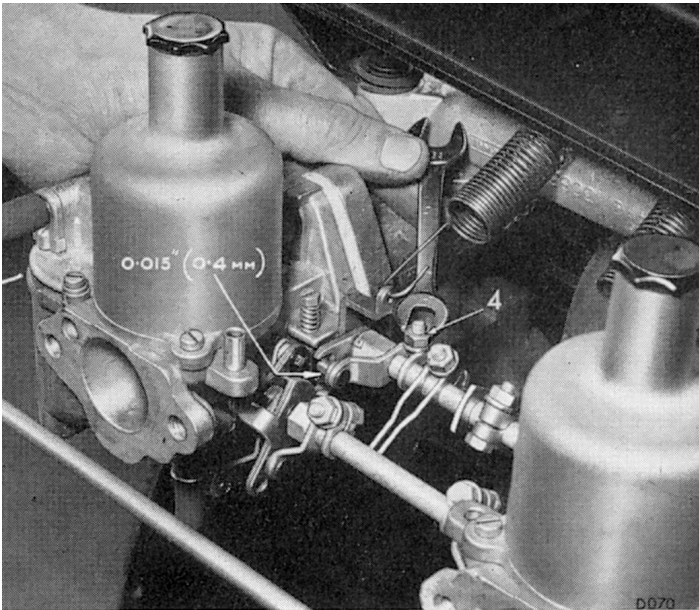

Fig. 23. Réglage des attaches de l'axe de papillon pour obtenir le jeu correct de la goupille dans la fourchette
2. Rebrancher la tige de commande du papillon (7), le câble de contrôle d'enrichissement du mélange (3), les tuyaux d'alimentation (3) et (9) et les ressorts de rappel (4).
3. S'assurer que les écartements entre les fourchettes d'axe et les goupilles sont corrects en les vérifiant comme décrit à la rubrique 7. page 1.313 et illustré sur la Fig. 23.
Pour régler ce jeu, déplacer les leviers d'axe de papillon vers le bas, l'un après l'autre, jusqu'à ce que la goupille de levier repose légèrement sur un calibre d'épaisseur de 0,38 mm. (0,15 ") qui a été introduit entre le levier et le bras inférieur de la fourchette du levier de papillon (Figure 23). Serrer le boulon de serrage du levier d'axe de papillon à cette position. Les goupilles sur les axes de papillons doivent alors avoir du jeu dans les fourchettes.